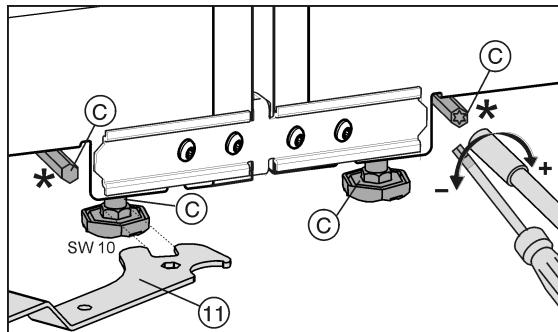

Fig. 25
Las patas de ajuste delanteras se pueden ajustar con la llave de boca Fig. 25 (11) suministrada y las patas de ajuste traseras* con un adaptador de broca 1/4".